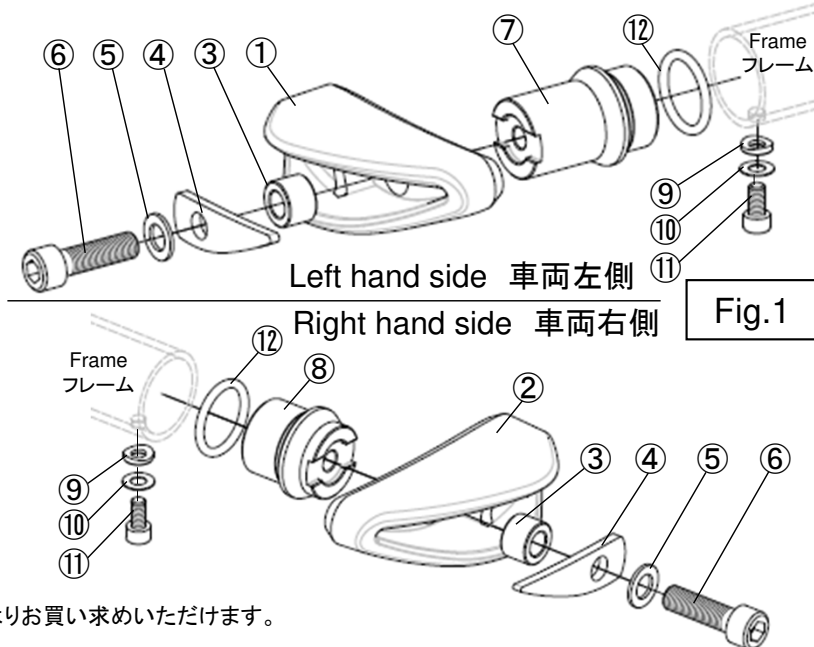

Fig.1
3. Apply small amount of thread-locking fluid on the thread of ⑪cap bolt M6xL10, install ⑦⑧ base bracket LH and RH on frame with ⑨collar, ⑩washer M6 and ⑪cap bolt M6xL10. (Fig.1 & Fig.3)
5. Install ①~⑥ to ⑦⑧base bracket LH and RH. (Fig.1 & Fig.4)
3. Fig.3に示したフロント側エンジンマウント部のフレームパイプへ⑦⑧ベースブラケットを挿入し、フレームパイプ下方の穴から⑨カラーと⑩ワッシャーを通した⑪ボルトで締め付けます。(Fig.1)
⑪M6ボルト締め付けトルク : 9N・m ねじ緩み止め剤 (中強度) 塗布
5. ①~⑥を⑦⑧ベースブラケットへ取り付けます。(Fig.1, Fig.4)
⑥M10ボルト締め付けトルク : 35N・m